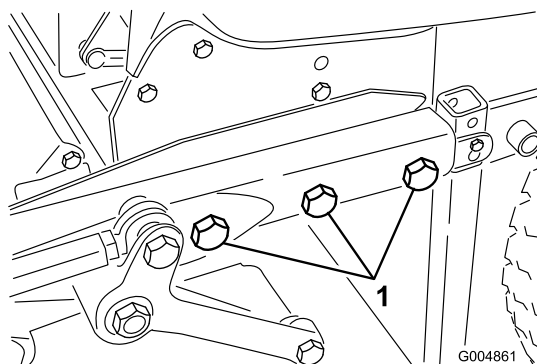

Figura 25
4. Coloque en su posición la plataforma y el bastidor de verano e instale los cinco pernos, arandelas y tuercas de 3/4 pulg. que conectan el bastidor de la plataforma al bastidor trasero (Figura 25). Retire los pasadores de los cilindros de elevación para tener acceso a los pernos del lado derecho. Apriete los pernos a 265 pies-libra.